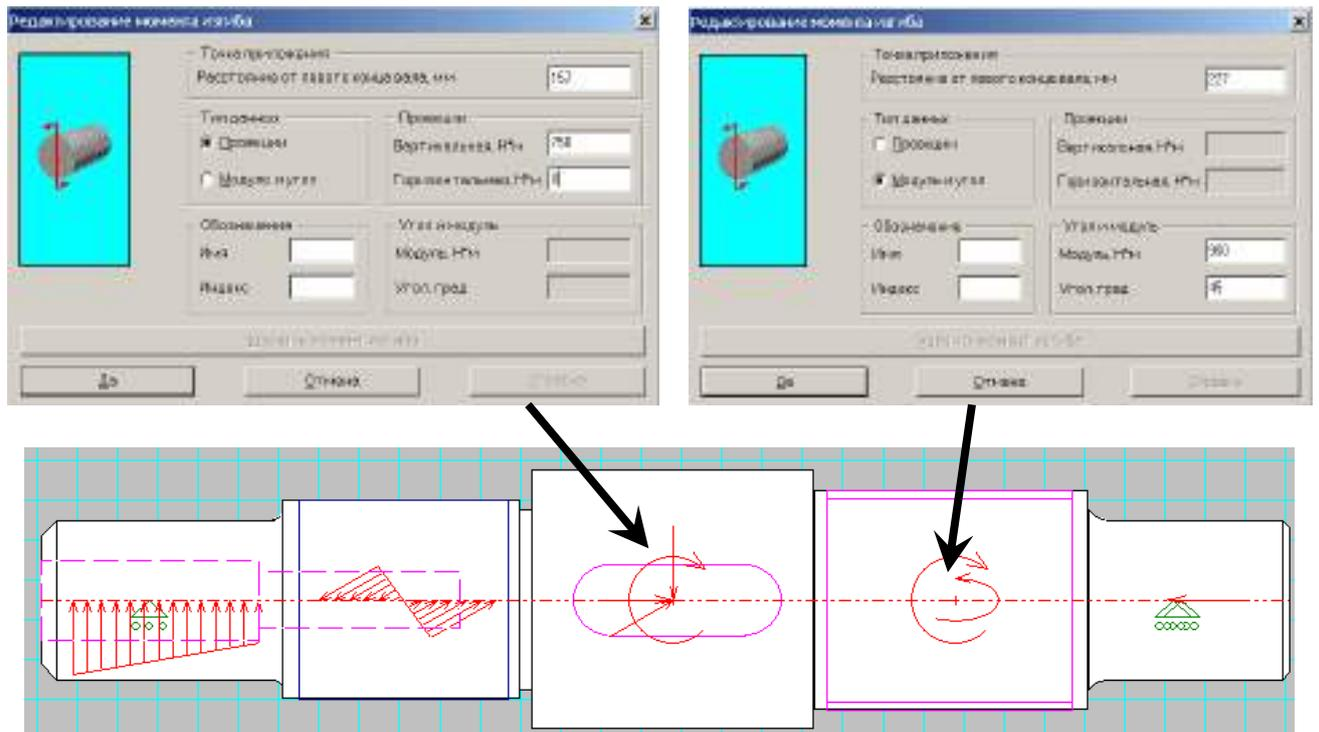

Рисунок 2.62
**Задание 13.** Задайте момент изгиба (рисунок 2.62).